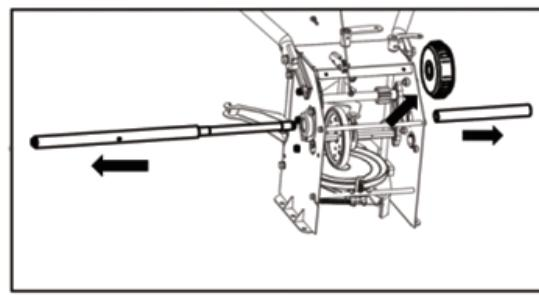

Рисунок 25
3. Вытянуть длинный и короткий приводные валы, снять дифференциал (см. Рисунок 25)